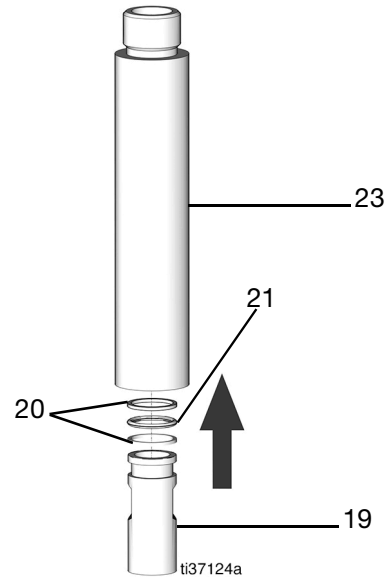

Рис. 59
13. Замените два вспомогательных кольца (20) и уплотнительное кольцо (21) новыми и смажьте небольшим количеством консистентной смазки (Рис. 59).
14. Поместите втулку поршня (19) в трубу нижнего блока насоса (23) до упора (Рис. 59).